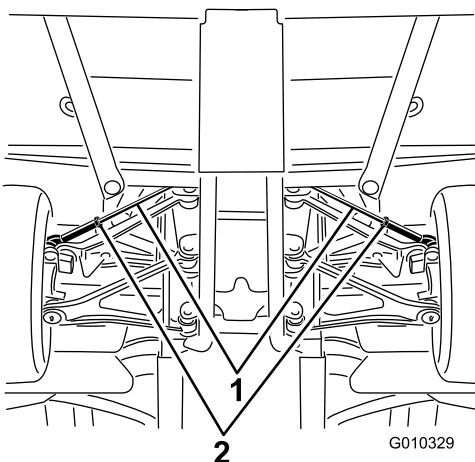

Figura 55
- A. Allentate il controdado al centro del tirante (Figura 55).